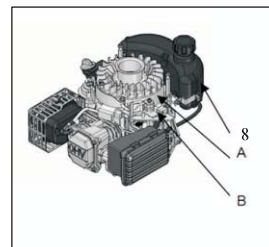

Fig. 12
4. Spostare la maniglia di avviamento (sull'attrezzatura) per rilasciare il freno del volano, e verificare che vi sia abbastanza gioco tra braccio guida e barra di ritorno dell'acceleratore quando è in posizione veloce (o alta). Verificare che ci siano almeno 2mm di gioco tra il tappo e il supporto del cavo del freno (vedi Fig. 12).